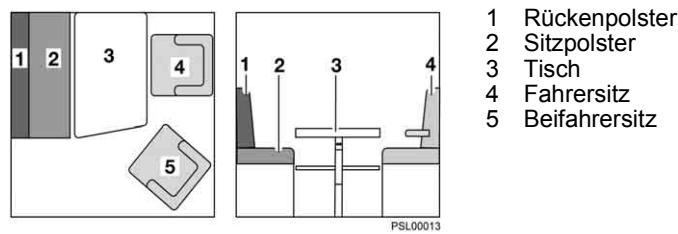

Bild 36 Vor dem Umbau
- Den Fahrersitz (Bild 36,4) mit der Rückenlehne zur Fahrertür drehen.
- Den Beifahrersitz (Bild 36,5) mit der Rückenlehne zur Beifahrertür drehen.
- Den Tisch (Bild 36,3) zum Bettunterbau umbauen (siehe Abschnitt 6.8).